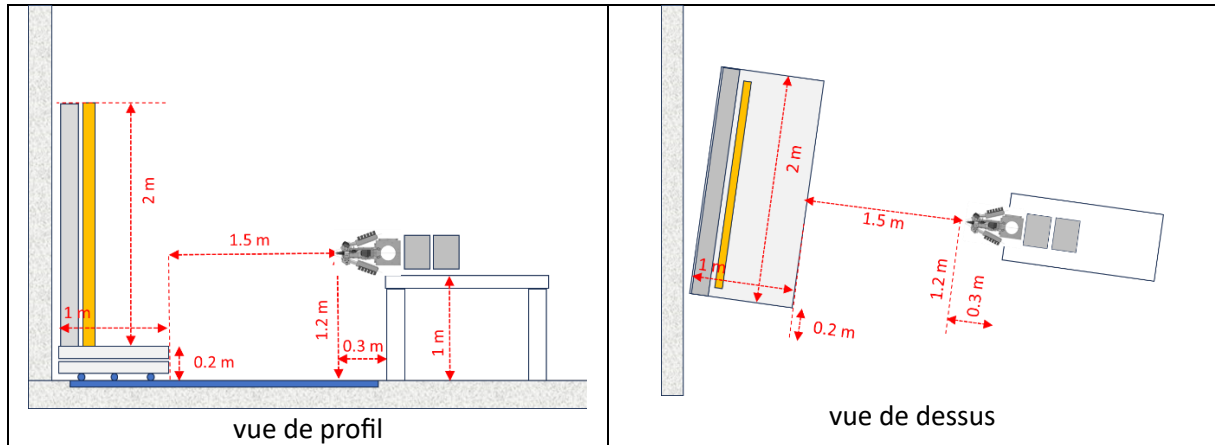

Fig 2. Contraintes géométriques du porte-objet, avant positionnement de l'objet
- Pouvoir être approché ou éloigné en position de la sortie du faisceau, le long de l'axe de la ligne de faisceau, à l'aide de rails par exemple. (voir paragraphe D, Figs 2 et 3).